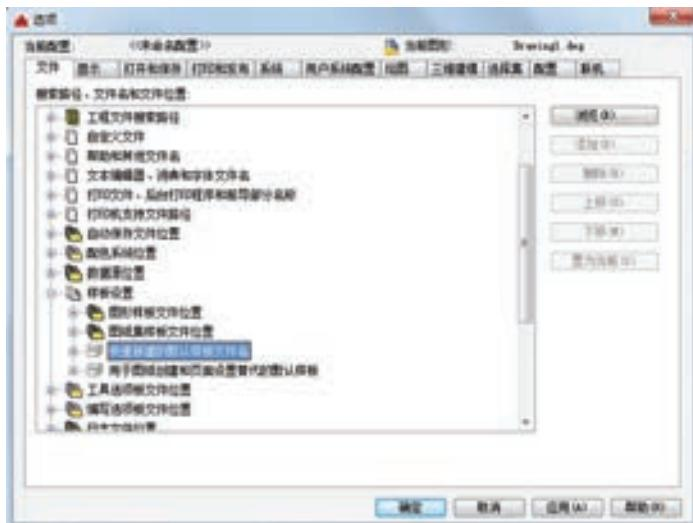

图 2-33 “选项”对话框的“文件”选项卡
2) 从“工具”→“选项”菜单中选择默认图形样板文件。具体方法是：在“文件”选项卡下，单击标记为“样板设置”的节点下的“快速新建的默认样板文件名”分节点，如图 2-33 所